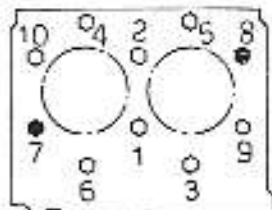
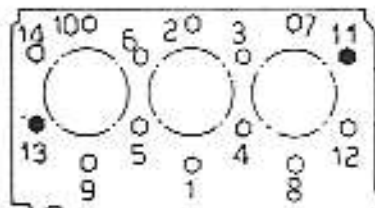
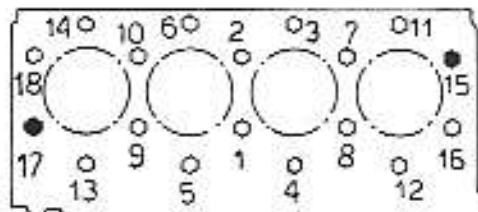

fig. 1
fig. 2
fig. 3
- For torquing order, see fig. 1 for 2.60, fig. 2 for 3.90, fig. 3 for 4.110H
- Ordre chronologique de serrage: voir fig. 1 pour 2.60, fig. 2 pour 3.90, fig. 3 pour 4.110H
- Die Anzugsfolge entnehmen Sie der Fig. 1 für den 2.60, Fig. 2 für den 3.90 und Fig. 3 für 4.110H